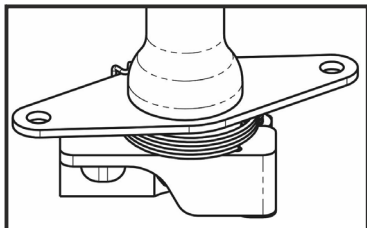

Abb. 1
- 3.3 Nun die Schenkelfeder zwischen Dreh- und Lagerbock montieren. Abbildung 1 und 2 zeigen die die Enden der Feder zu positionieren sind. Anschließend die lange M8-Schraube wieder durch den Lagerbock stecken und mit der selbstsichernden Mutter befestigen. Abb 3 gibt ggf Auskunft über die vollständige Montage des Gasgestänges. Abschließend die Abdeckkappe wieder festdrücken.